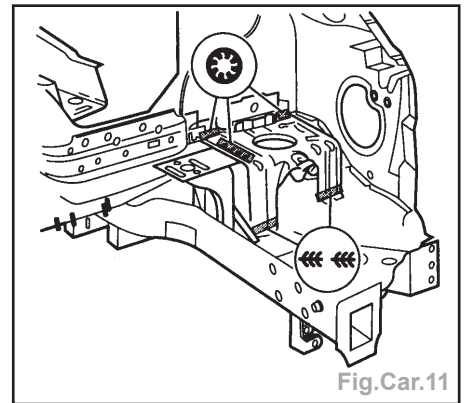

Fig.Car.11
- Effectuer un soudage par bouchonnage sous gaz de protection dans la zone d'accostage du palier de fixation et de la cloison transversale; effectuer un cordon de soudure discontinu sous gaz de protection sur le recouvrement de passage de roue et le longeron (Fig.Car.11).